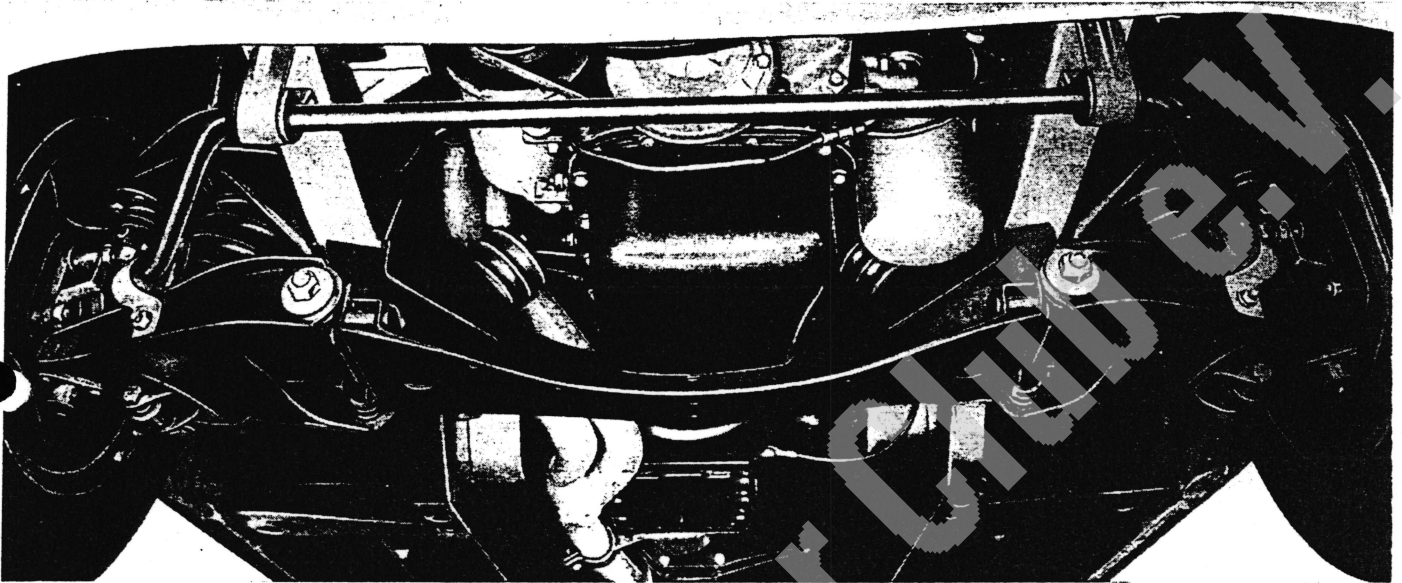

Abb. 54. - Untenansicht der vorderen Aufhängung am Wagen.
- vorne (Abb. 54) vier Schwingarmen, zwei obere und zwei untere, zwei Schraubenfedern und zwei hydraulischen, doppelt wirkenden Stossdämpfern sowie einem Querstabilisator;